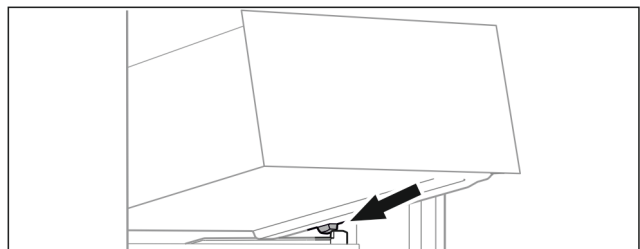

Fig. 60
- ▶ Поставете чекмеджето под ъгъл зад ограничителите върху реброто на съда. (виж Fig. 60)